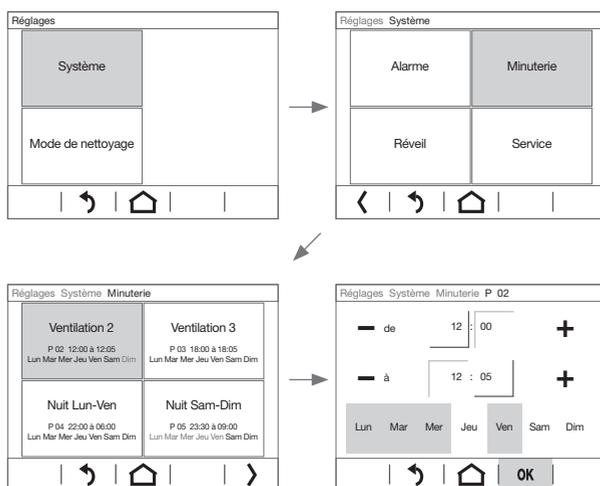

Figure 6 : modification d'une période
Réglage de l'horloge (figure 6)
Le menu **Minuterie** permet de modifier jusqu'à 16 périodes récurrentes avec point de départ et d'arrêt réglables. Chaque période est affectée à une fonction automatique, par ex. coupure de nuit Lu-Ve de 22:00 à 06:00 (figure 6). Cette période peut être affectée à un, deux, ... tous les jours de la semaine.
- Avec , accéder au menu **Réglages**, sélectionner **Système** et **Minuterie**. L'affichage bascule dans le menu Horloge. Les périodes programmées s'affichent (figure 6).